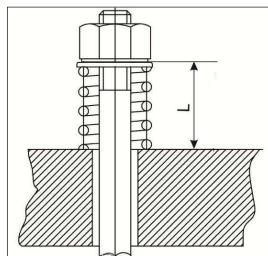

Рисунок 6.20 - Величина сжатия пружин предохранительный муфты
Предохранительная муфта шнека жатки должна быть отрегулирована на момент срабатывания (M) (пробуксовывания) $600 \text{ Н}\cdot\text{м} \pm 60 \text{ Н}\cdot\text{м}$ ((60 ± 6) кгс·м). Регулировка проводится путем поджатия или ослабления пружин 2. При этом сжатие пружин до соприкосновения всех витков не допускается. В правильно отрегулированной предохранительной муфте длина всех пружин должна быть одинаковой (см. рисунок 6.20).